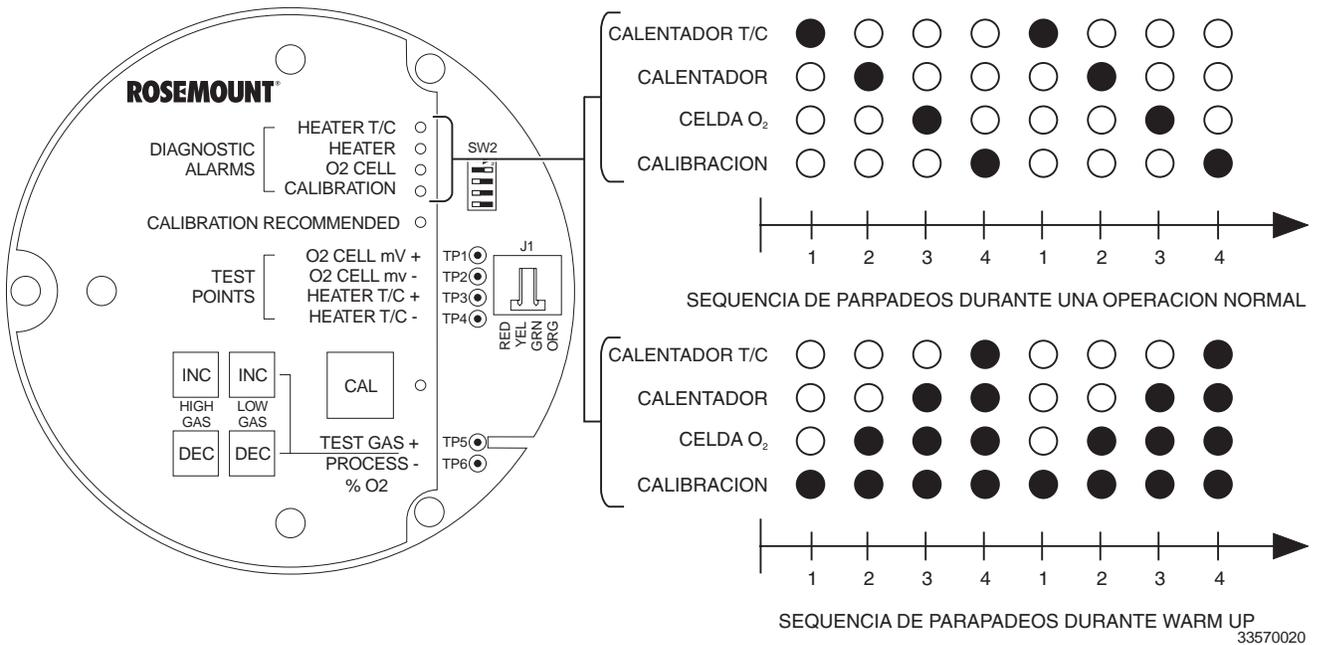

Figura 3-3. Operación Normal y de Arranque
- a. **Pantalla de arranque.** Cuando la alimentación se aplica a la sonda, el calentador de la celda se enciende. Se necesita aproximadamente media hora para que la celda alcance una temperatura operativa. Se puede observar esta condición por los cuatro LEDs superiores (ALARMAS DE DIAGNOSTICO) sobre el teclado de membrana (Ver Figura 3-3). Empezando por el LED DE CALIBRACIÓN, los LEDs se iluminan en orden ascendente hasta que los cuatro LEDs estén iluminados. Llegado este punto, los cuatro se apagan y el desenergizar vuelve a empezar de nuevo. Este desenergizar de subida continua hasta que la celda alcance la temperatura de trabajo.
- b. **Pantalla de operación.** El desenergizar de subida se transforma en un desenergizar donde los LEDs de diagnóstico se iluminan secuencialmente de arriba hasta abajo, una cada vez. Después que se haya encendido el LED de abajo, la secuencia empieza de nuevo arriba con el LED DEL CALENTADOR T/C (Figura 3-3).